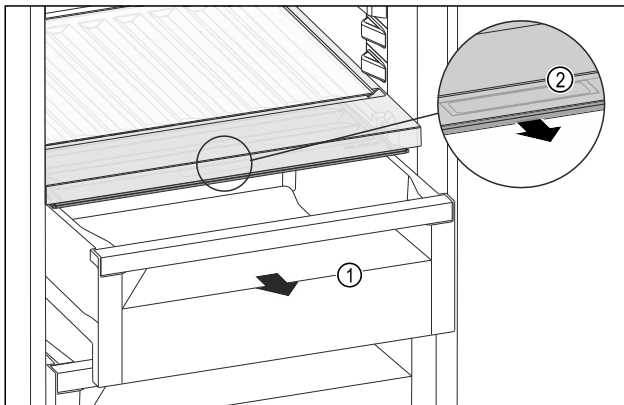

Fig. 189
- Schubfach Fig. 189 (1) herausziehen.
- Griffmulde Fig. 189 (2) am Fachdeckel anfassen und Fachdeckel gleichzeitig nach vorne ziehen.